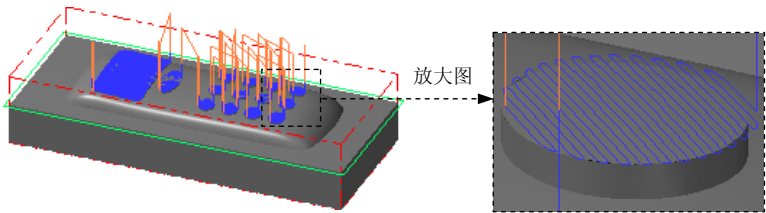

图 24.20 刀具路径
- (1) 设置曲面参数。在“曲面精加工平行铣削”对话框中单击曲面参数选项卡，然后在进给下刀位置文本框中输入 5，在加工面预留量文本框中输入 0，在干涉面预留量文本框中输入 1.0。
- (2) 设置精加工平行铣削参数。在“曲面精加工平行铣削”对话框中单击精加工平行铣削参数选项卡。然后在大切屑间距 (M) 文本框中输入值 0.3，在加工角度文本框中输入值 135。
- (3) 单击间隙设置 (G)... 按钮，在系统弹出的“刀具路径的间隙设置”对话框中选中切屑顺序最佳化复选框，在切屑的长度: 文本框中输入 1，然后单击按钮。
Step5. 单击“曲面精加工平行铣削”对话框中的按钮，同时在图形区生成图 24.20 所示的刀具路径。